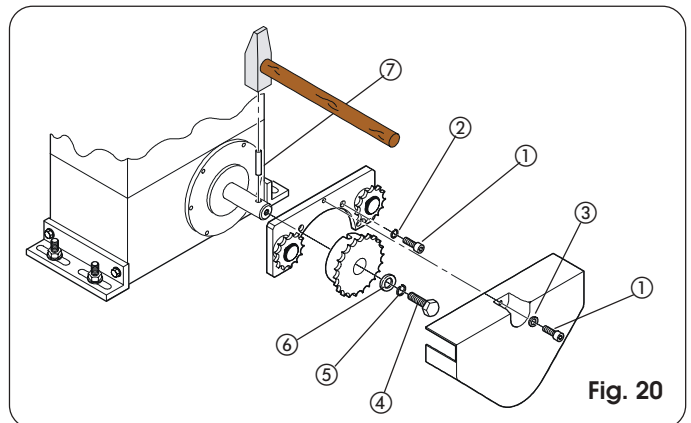
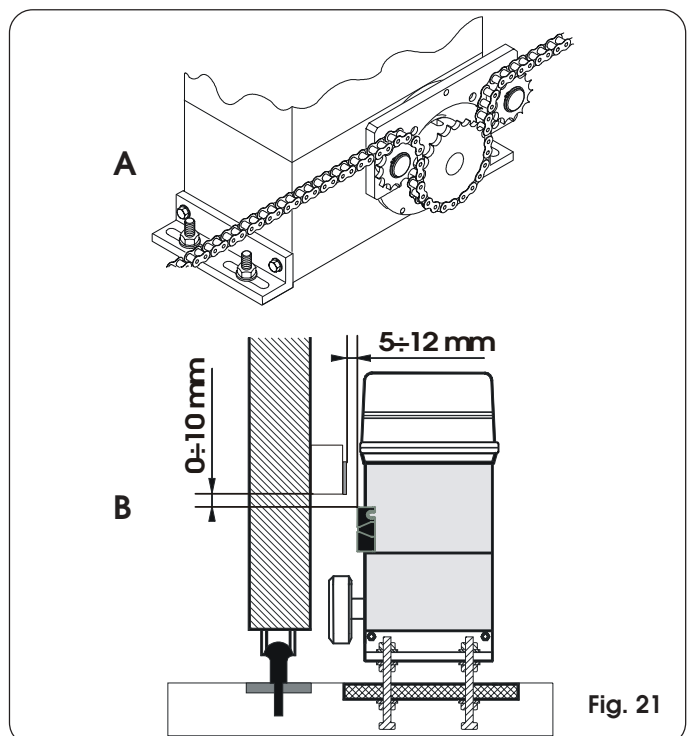

Fig. 20
Fig. 21
4.5.2. MOD. 746 ER RF (Fig. 20 - 21)
- 1) Introduzca la clavija elástica ⑦ en el árbol utilizando un martillo.
- 2) Aplique en la brida del motorreductor la abrazadera de los reenvíos locos, utilizando los cuatro tornillos ① (M5 x 12) y sus arandelas ② incluidas en el kit, tal y como se indica en la Fig.20.
- 3) Aplique el piñón de cadena sobre el árbol haciendo coincidir los alojamientos del piñón sobre la clavija elástica y apriete el tornillo ④ y sus arandelas ⑤ y ⑥.
- 4) Pase la cadena como se indica en la Fig.21 ref.A y monte el cárter de cobertura con el tornillo ① y la arandela ③ de la Fig.20.
- 5) Para los operadores con final de carrera MLS, prever los soportes para la colocación de los imanes suministrados en dotación respetando las cotas indicadas en la fig. 21 ref.B.